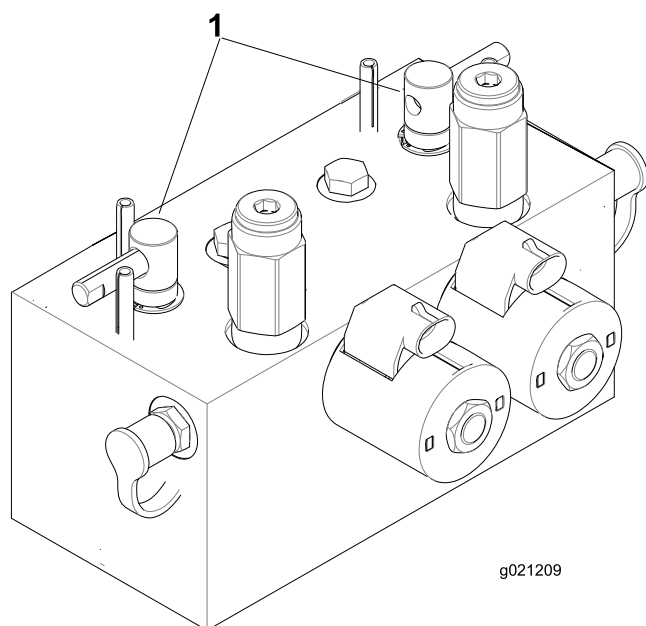

Figura 75
2. Desbloquee y levante el asiento para poder acceder a las palancas de autoafilado (Figura 75).
5. Seleccione la palanca de autoafilado correspondiente a los molinetes que desea autoafilar: delanteros, traseros o ambos (Figura 75).